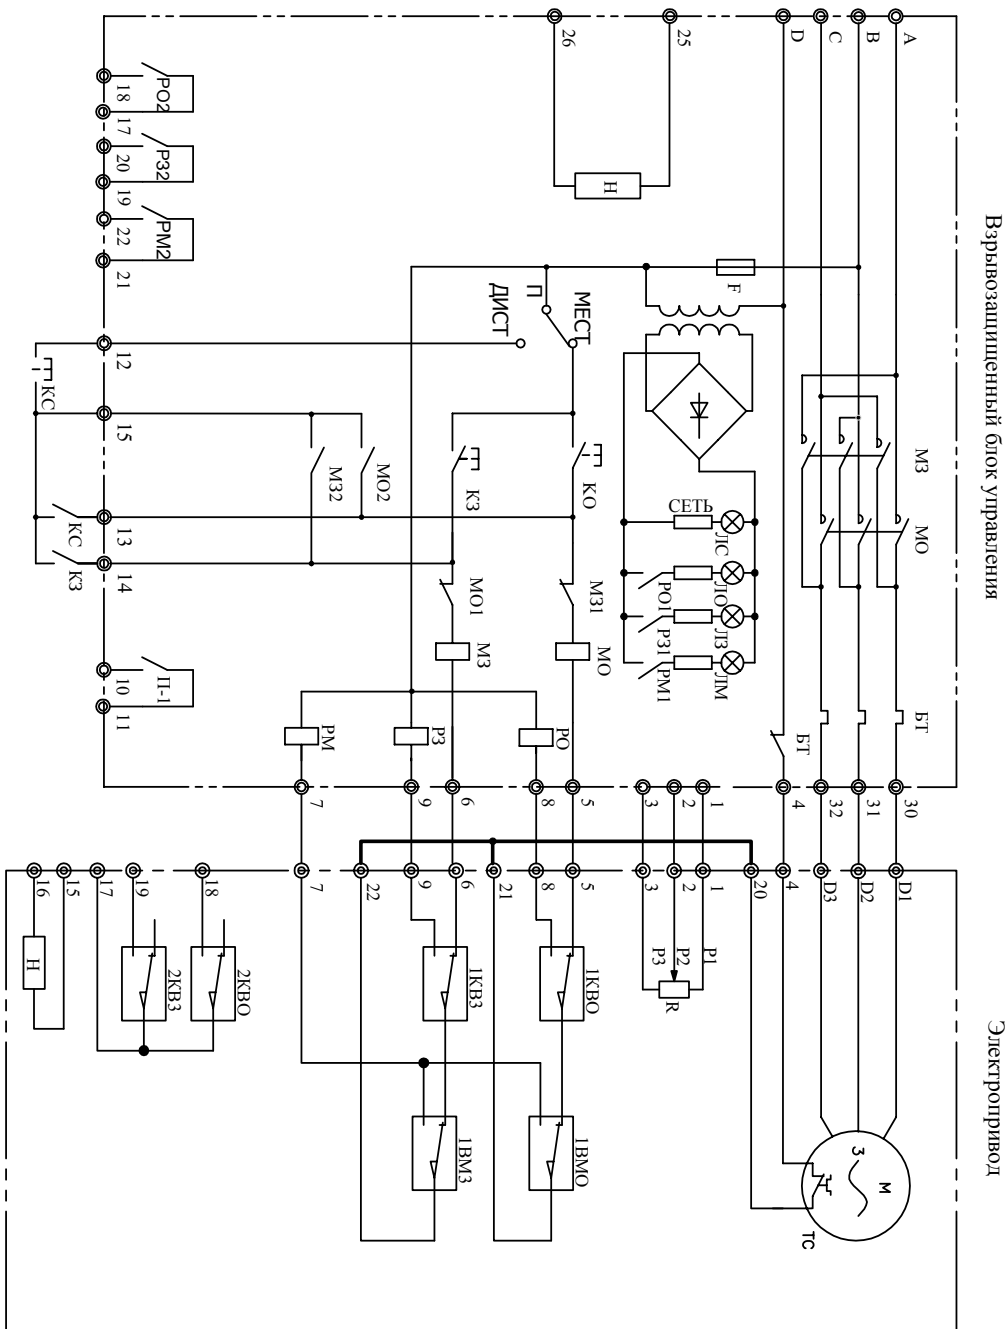

Рис. 1 Принципиальная электрическая схема БУЭП-В с однооборотным электроприводом серии ГЗ-ОФ
- Произведите подключение согласно электросхеме (см. рис. 1, 2);